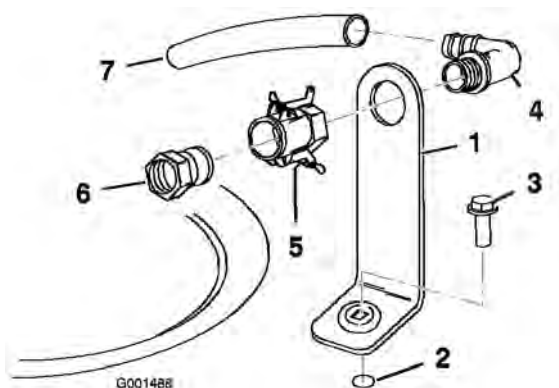

Figure 3
1. Placez le support de prise de remplissage au-dessus du trou fileté de la cuve et fixez-le avec un boulon à embase (5/16 x 3/4 pouce) (Figure 3).
2. Passez l'extrémité filetée du raccord coudé dans le trou du support et vissez-y le raccord rapide pour le fixer au support (Figure 3).
3. Raccordez l'adaptateur de flexible au raccord rapide (Figure 3).
4. Bloquez l'adaptateur en place en basculant les leviers vers l'adaptateur puis en les fixant en position avec les goupilles fendues (Figure 3).
5. Placez le flexible anti-siphonnage sur l'extrémité cannelée du raccord coudé 90 degrés (Figure 3).